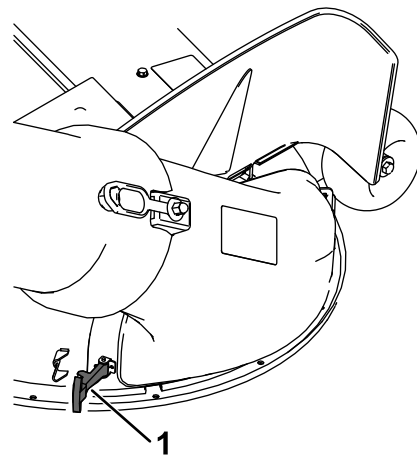

Figura 23
4. Sujete el conducto a la carcasa de corte, enganchando el cierre flexible del conducto en el soporte de la carcasa (Figura 23).